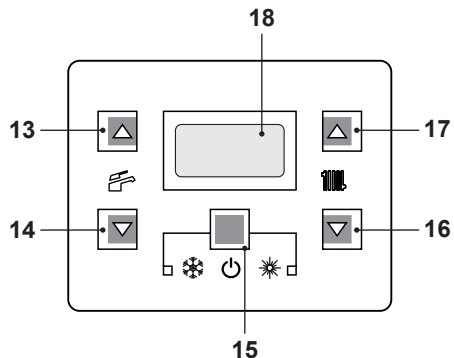
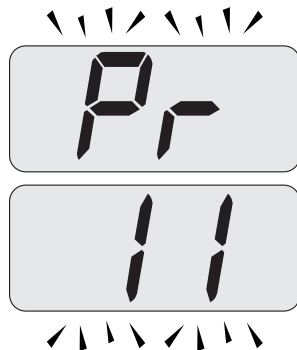
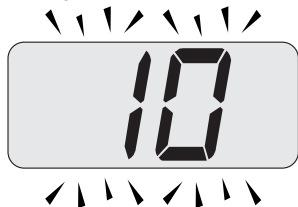

Figura 5.59
Figura 5.61
Figura 5.62
- Entrare in "modalità programmazione" premendo contemporaneamente per 10 secondi i tasti 15 - 16 - 17 (Figura 5.59) fino a far apparire sul display LCD le lettere **Pr** che si alternano con il codice **11**, indicanti l'entrata nel "parametro 11" (Figura 5.61).
- Scorrere i vari parametri utilizzando i tasti 16 o 17 fino a far apparire sul display LCD le lettere **Pr** che si alternano con il codice **11**, indicanti l'entrata nel "parametro 11" (Figura 5.61).
- Premere contemporaneamente i tasti 15 e 17 (Figura 5.59) fino a far apparire sul display LCD il valore del parametro 11 (10=60 secondi) (Figura 5.62).
- Premendo il tasto 15 (Figura 5.59) si ottiene la conferma del valore inserito.
- Premendo contemporaneamente i tasti 15 e 16 (Figura 5.59) si esce senza modificare il valore (ritorno alla lista parametri Figura 5.61)
- Premendo contemporaneamente per 10 secondi i tasti 15 - 16 - 17 (Figura 5.59) si esce dalla "modalità programmazione".